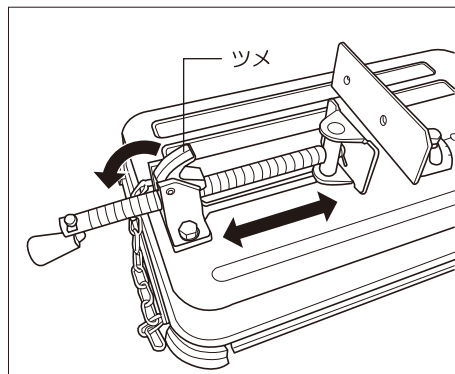

図2
①クイックバースのツメをおこして、シャフトが空転するようにして下さい。材料の幅に合わせてシャフトを前後させ、位置が決まりましたらツメを戻してネジ溝にかみ合わせ、シャフトを回すと締め固定できます(図2参照)